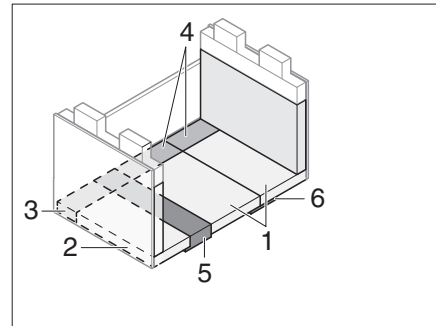

Bild 183 Efter ombyggnaden
- Lägg sits-, ryggstöds- och extradynorna som visas på Bild 183.
- ▷ För att uppnå en högre liggkomfort kan mellanlägget tas bort från ryggdynan (Bild 183,2).